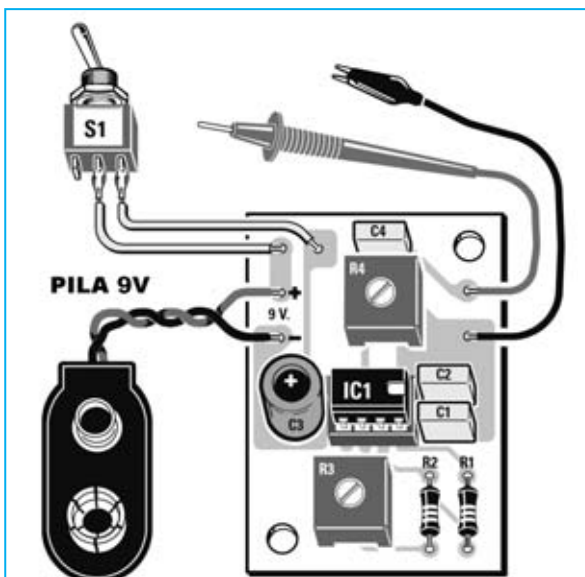

Fig.2 Esquema práctico de montaje completo, incluyendo portapilas y puntas de prueba.
**LX.5052:** Todos los componentes necesarios para la realización del circuito mostrado en la Fig.2, incluyendo circuito impreso y circuito integrado **NE.555** .....14,90 €